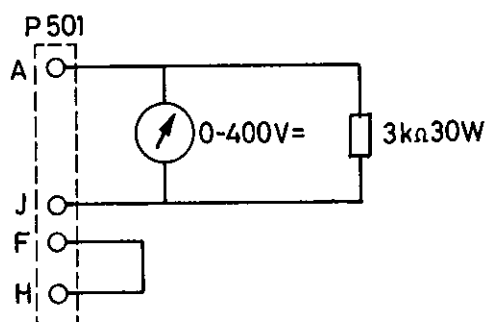

Bild 90. Kontroll av högspänningslikriktaren
- a Anslut URI-meter och belastningsmotstånd och bygling till det tiopoliga kontaktdonet enligt bild 90.